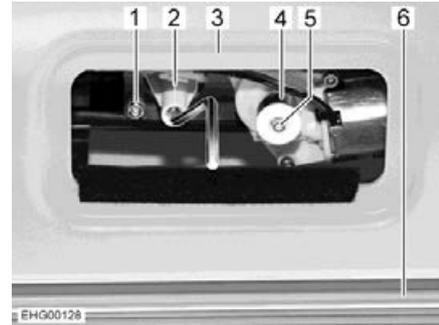

Bild 49 Zugang zum Motor
- Abnehmbare Blende über der Frontscheibenverkleidung (Bild 49,3) abnehmen. Der Motor (Bild 49,1) ist zugänglich.
- Kunststoffhülse (Bild 49,4) entfernen.
- Weißen Sicherungsknopf (Bild 49,5) drücken und gedrückt halten.
- Kurbel an Kurbelaufnahme (Bild 49,2) aufsetzen.
- Faltverdunklung (Bild 49,6) mit der Kurbel nach oben oder nach unten bewegen.
- Wenn beide Griffleisten aus dem Sichtbereich herausbewegt sind: Sicherungsknopf (Bild 49,5) wieder herausziehen.